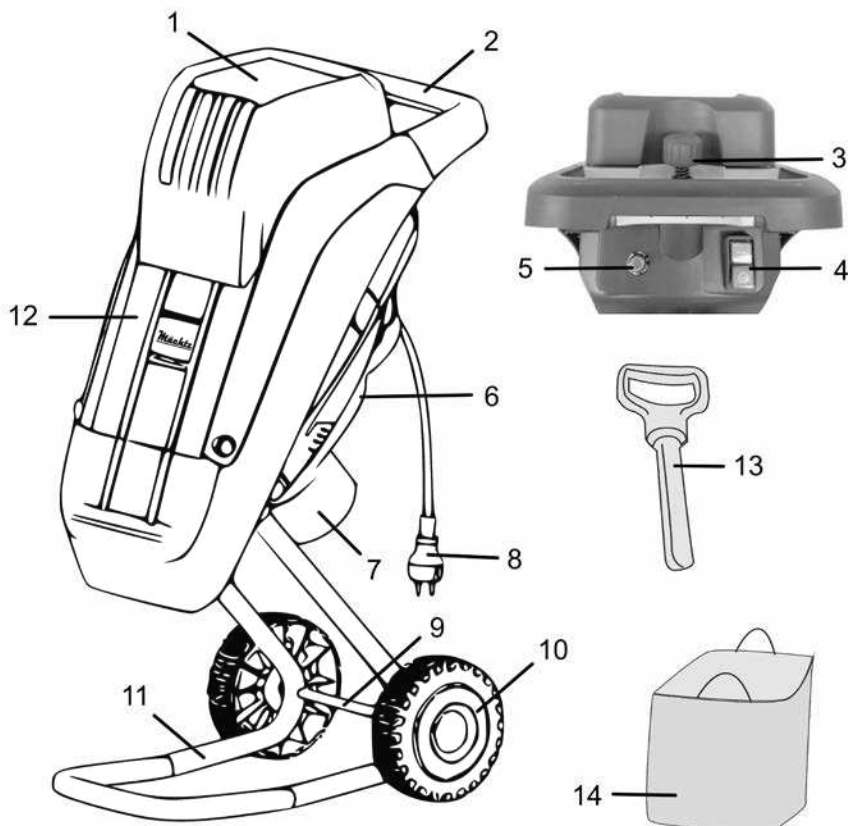

Рисунок 1
2.3.2 Завантажувальний лоток (1, рисунок 1) який є частиною бункера, призначений для подавання сировини (гілок). Бункер з міцного армованого ABS-пластика має захисний механізм, який призначений для запобігання потрапляння рук і одягу в небезпечну зону різальних ножів. Відходи, які потрапляють у бункер, переробляються в різальній частині, а вже перероблена сировина виходить у нижній частині бункера через розвантажувальний жолоб (7), у вигляді тирси.
- Щоб увімкнути гілкоподрібнювач необхідно натиснути кнопку зеленого кольору з позначкою «I» головного перемикача (4, рисунок 1), щоб вимкнути – натиснути кнопку червоного кольору з позначкою «O». Якщо двигун не запускається, натисніть кнопку блокувального вимикача (захисту від перенавантаження) (5, рисунок 1), при цьому переконайтеся, що силова вилка шнура живлення під'єднана до мережі.
- Блокувальний вимикач (5, рисунок 1) активується в таких випадках:
- відкрутіть фіксатор завантажувального лотка (3, рисунок 1) і зніміть лоток;
- під'єднайте пристрій до мережі та натисніть кнопку блокувального перемикача (3);
- натисніть зелену кнопку з символом «I» головного вимикача (4, рисунок 1).
- Штовхач (13, рисунок 1) служить допоміжним засобом при наповненні бункера дрібним матеріалом (наприклад, дрібними гілками, листям, іншими садовими відходами та зеленню).
- Переконайтеся, що подрібнений матеріал вільно виходить з розвантажувального (викидного) жолоба (7, рисунок 1).